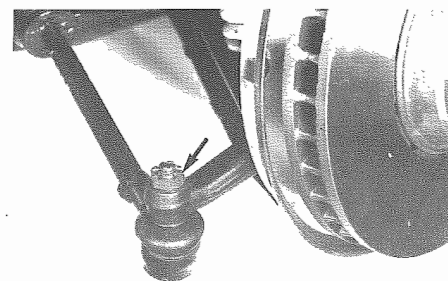

Fig. 2 - Dado a corona
- Smontare i tiranti dello sterzo: estrarre la copiglia, allentare il dado a corona e sfilare il perno (**Fig. 2**).
- Remove steering rods: take out clip, unscrew castle nut and take out the pin (**Fig. 2**).